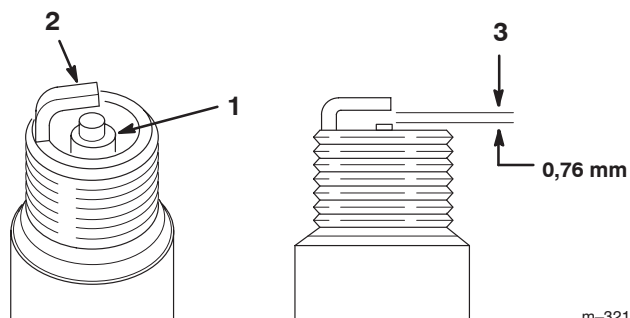

Figure 59
- Inspectez le centre des bougies (Fig. 59).
- Contrôlez l'écartement entre les électrodes centrale et latérale (Fig. 59) et pliez l'électrode latérale si l'écartement est incorrect.